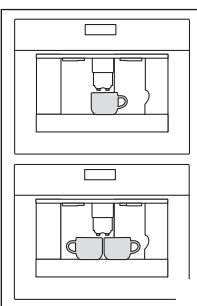
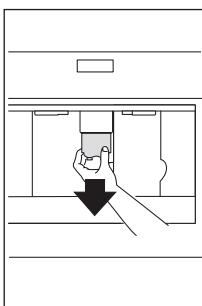

Fig. 16
Fig. 17
- Coloque 1 chávena sob os bicos para preparar 1, ou 2 chávenas para 2 cafés(Fig. 16). Baixe os bicos o mais próximo possível da chávena para um café mais cremoso.(Fig. 17).